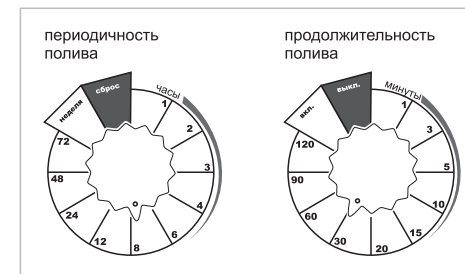

Рис.4
- Настройте периодичность полива от 1 часа до 7 дней (см. Рис. 4)
- Настройте продолжительность полива от 1 до 120 минут (см. Рис.4)